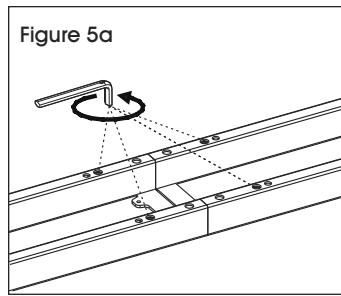
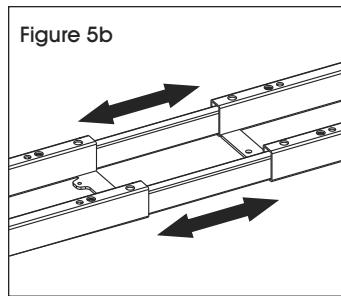

Figure 5a
Figure 5b
**REMARQUE :** Il se peut que les barres de support doivent être élargies pour que les trous soient alignés. Pour les élargir, desserrez les huit boulons Allen préinstallés. (Voir Figure 5a) Ajustez la longueur des barres de support. (Voir Figure 5b) Élargissez uniformément les deux côtés, en veillant à ce qu'il y ait du matériau en métal sous les trous pour fixer les boulons.